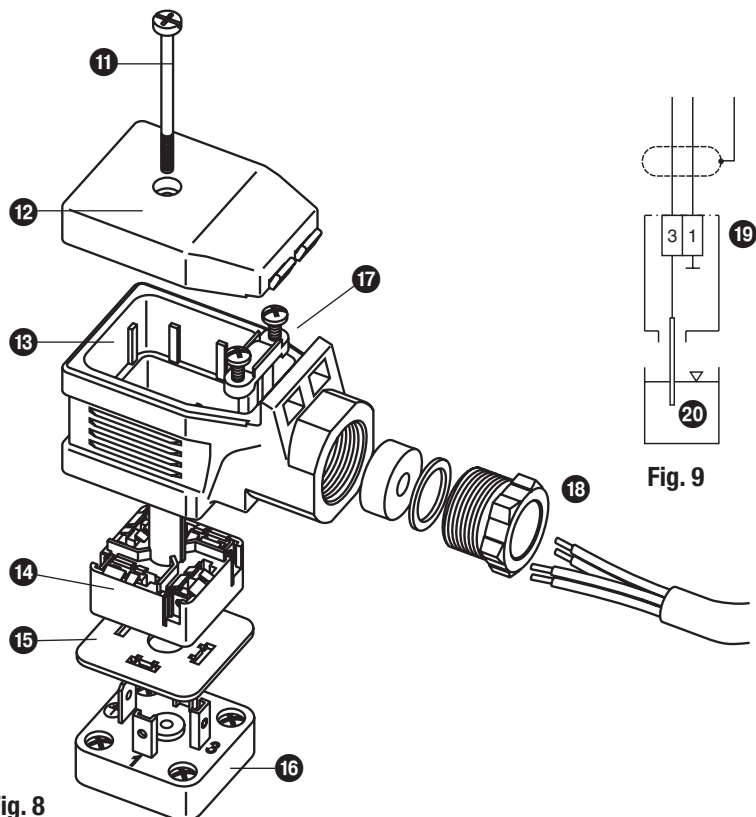

Fig. 8
1. Aflojar el tornillo **11**. **Fig. 8**
1. Aflojar el tornillo **11**. Fig. 8